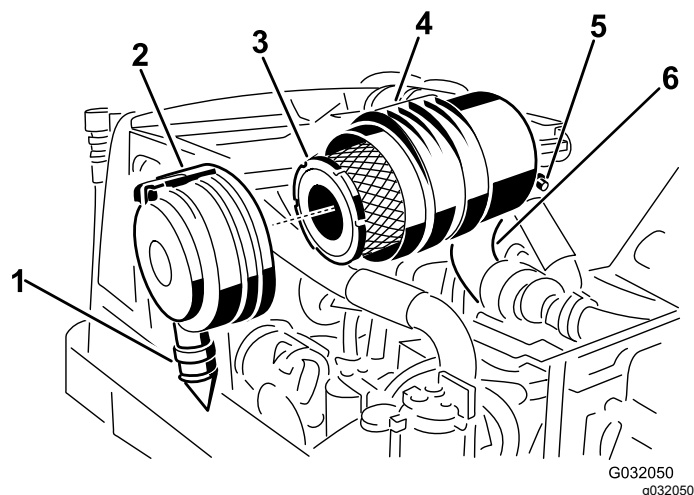

Figura 48
2. Togliete il filtro primario dell'olio (Figura 48).
3. Sostituire il filtro primario dell'olio (Figura 48).
ore 5 e le ore 7 vista dall'estremità e fissate il fermo (Figura 48).